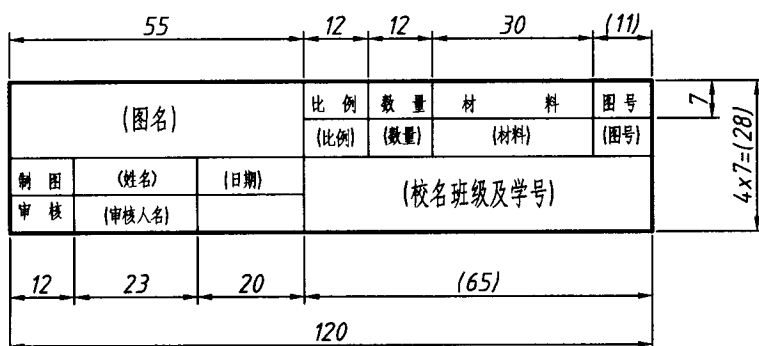

图 1-4
1. 根据图 1-4 所示的尺寸绘制标题栏 (不标注尺寸和注写文字), 设置绘图界限为 297×210 。